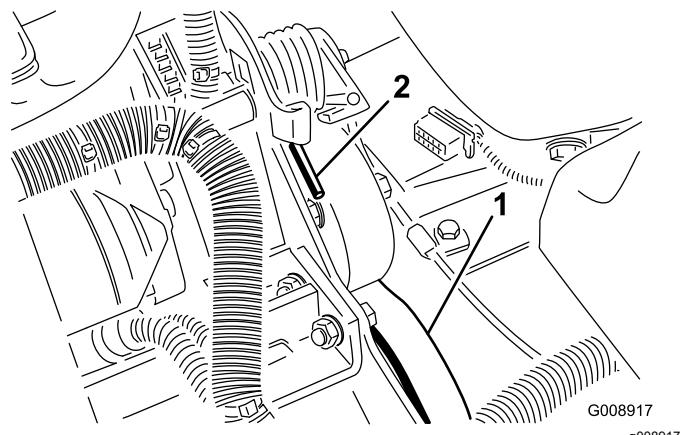

Figure 72
2. Appuyez sur l'extrémité du ressort (Figure 72) et poussez-la vers l'avant pour décrocher le ressort du support et le détendre.